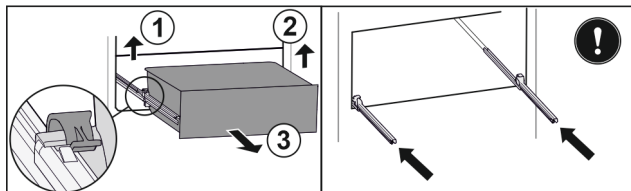

Fig. 84
- ▶ Ridicați clema din stânga și trageți concomitent sertarul din stânga spre înainte. Fig. 84 (1)
- ▶ Ridicați clema din dreapta și trageți concomitent sertarul din dreapta spre înainte. Fig. 84 (2)
- ▶ Extrageți sertarul spre înainte. Fig. 84 (3)